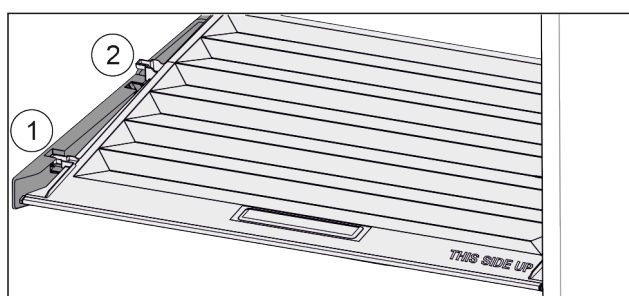

Fig. 33
- ▶ Потянуть крышку до отверстия в поддерживающих деталях вперед *Fig. 33 (1)*.
- ▶ Поднять сзади снизу и извлечь *Fig. 33 (2)* движением вверх.